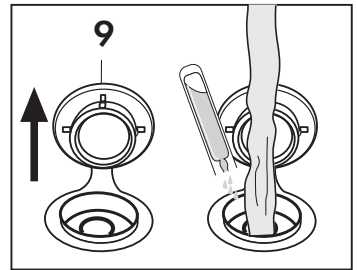

Fig. 23
• Verter un frasco de 10 ml en la caldera) con 0,5 l de agua, quitando el tapón (9. **(Fig. 23)** y seguir con el funcionamiento normal.